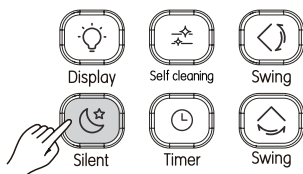

Рисунок 3.14
1) Когда блок находится в режиме охлаждения или обогрева, нажмите  (см. Рисунок 3.14), чтобы запустить режим «Бесшумный». На экране отображается значок ☾;